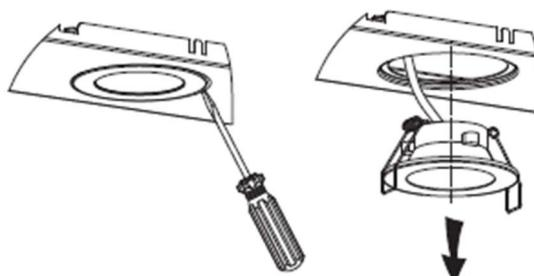

Рис.3
5. Нажмите на пружину, после чего можно снять блок лампы (рис.3).